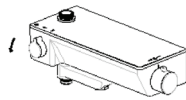
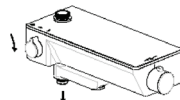

Рис. 11-1
Рис. 11-2
2. Левый переключатель в вертикальном положении – вода отключена (рис.11-1). При повороте переключателя налево на 90° включится режим «Верхний душ», при повороте переключателя направо на 90° включится режим «Ручной душ» (рис. 11-2).